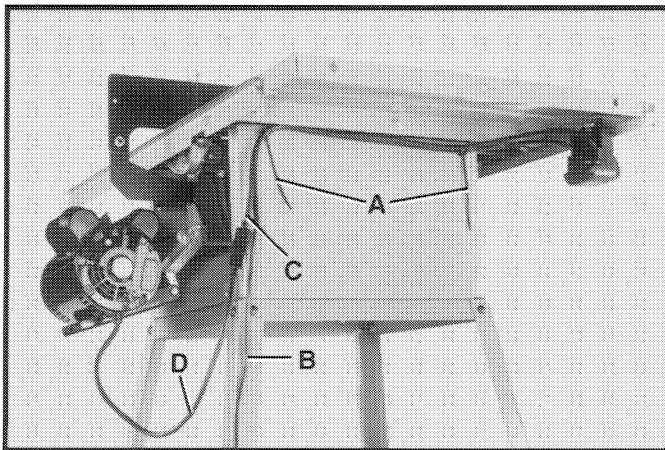

Fig. 37
2. Abraze el cordón de energía (B) Fig. 37 y el interruptor al cordón del motor (C) en ambos amarres de cables (A), como se ilustra aquí.
3. Conecte el interruptor del cordón del motor (C) Fig. 37 al cordón del motor (D) según lo ilustrado aquí.